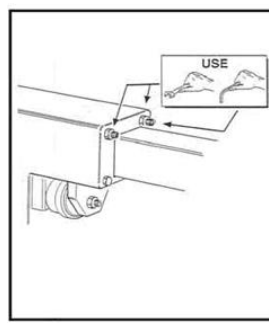

Fig. 5-5
- Si la tête de montage est trop éloignée de la jante horizontalement, ajuster la vis de réglage de la plaque de verrouillage du bras de poussée-tirage pour obtenir un écart horizontal de 2 mm avec la jante (fig. 5-5).